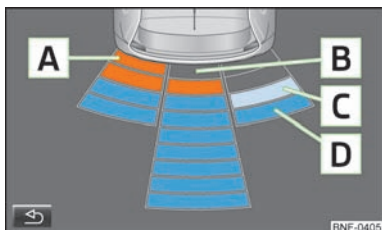

Fig. 65
- A** Um obstáculo detectado na zona de colisão é representado pelo segmento cor-de-laranja » Fig. 65. **Não prosseguir viagem!**
- » Tocando brevemente no botão de função (ícone de seta para trás) no visor do equipamento multifunções » Fig. 65.